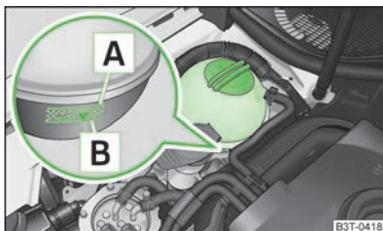

Abb. 117
Zum Nachfüllen empfehlen wir nur das Frostschutzmittel zu verwenden, dessen Bezeichnung auf dem Kühlmittelausgleichsbehälter aufgeführt ist » Abb. 117 auf Seite 143.
- Den Kühlmittelstand am Kühlmittelausgleichsbehälter prüfen » Abb. 117. Der Kühlmittelstand muss bei kaltem Motor zwischen den Markierungen **[B]** (min.) und **[A]** (max.) liegen. Bei warmem Motor kann er auch etwas über der Markierung **[A]** (max.) liegen.
- Einen Lappen auf den Verschlussdeckel des Kühlmittelausgleichsbehälters » Abb. 117 auf Seite 143 legen und den Deckel **vorsichtig** abschrauben.
Das Kühlmittel nicht über die Marke **[A]** (max.) auffüllen » Abb. 117 auf Seite 143! Überschüssiges Kühlmittel wird bei Erwärmung durch das Überdruckventil im Verschlussdeckel des Kühlmittelausgleichsbehälters aus dem Kühlsystem gedrückt.